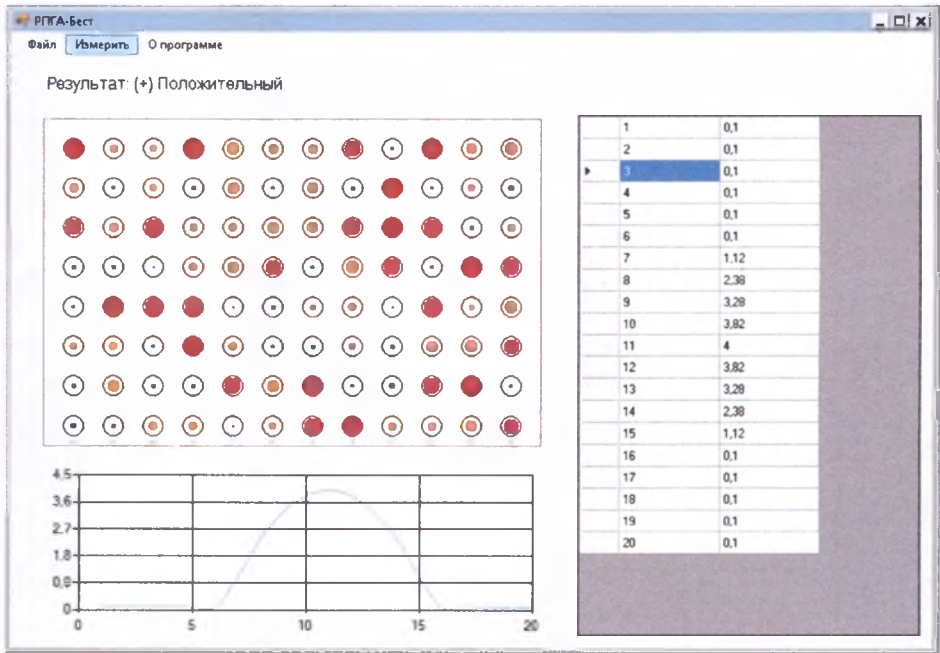

Рисунок 19
6.13.3 Для начала измерения нажмите кнопку «Измерить» (см. рисунок 19).